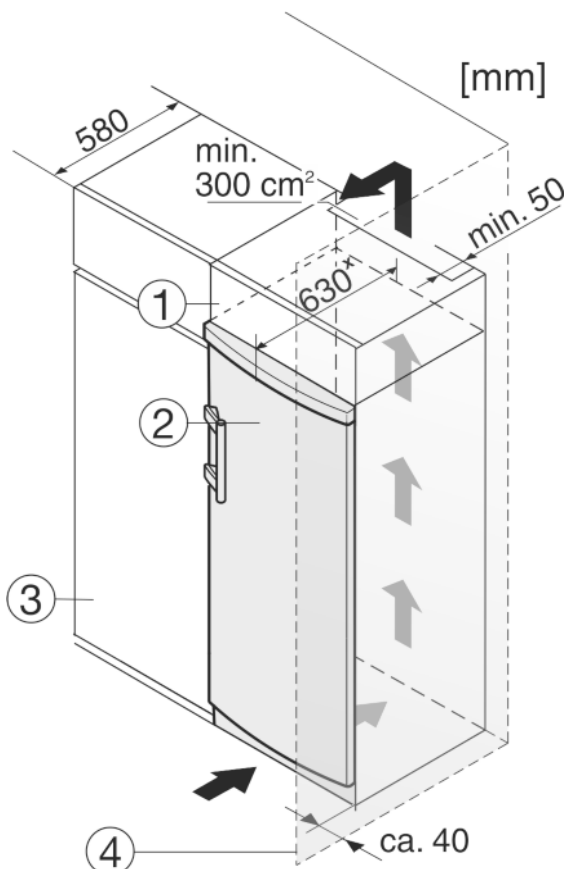

Fig. 10
- (1) Дополнительный шкафчик
- (2) Устройство
- (3) Кухонный шкаф
- (4) Стенка
Устройство может быть окружено кухонными шкафами. Чтобы уравнивать устройство Fig. 10 (2) по высоте с кухонной стенкой, можно установить над устройством дополнительный шкафчик Fig. 10 (1).
При комбинировании с кухонными шкафами (глубина макс. 580 мм) устройство можно установить непосредственно рядом с кухонным шкафом Fig. 10 (3). Устройство выступает сбоку на 34 мм * и по центру на 50 мм * относительно передней стенки кухонного шкафа.
Если устройство установлено на шарнирах у стены Fig. 10 (4), то расстояние между устройством и стеной должно быть не менее 40 мм. Настолько выступает ручка при открытой дверце.